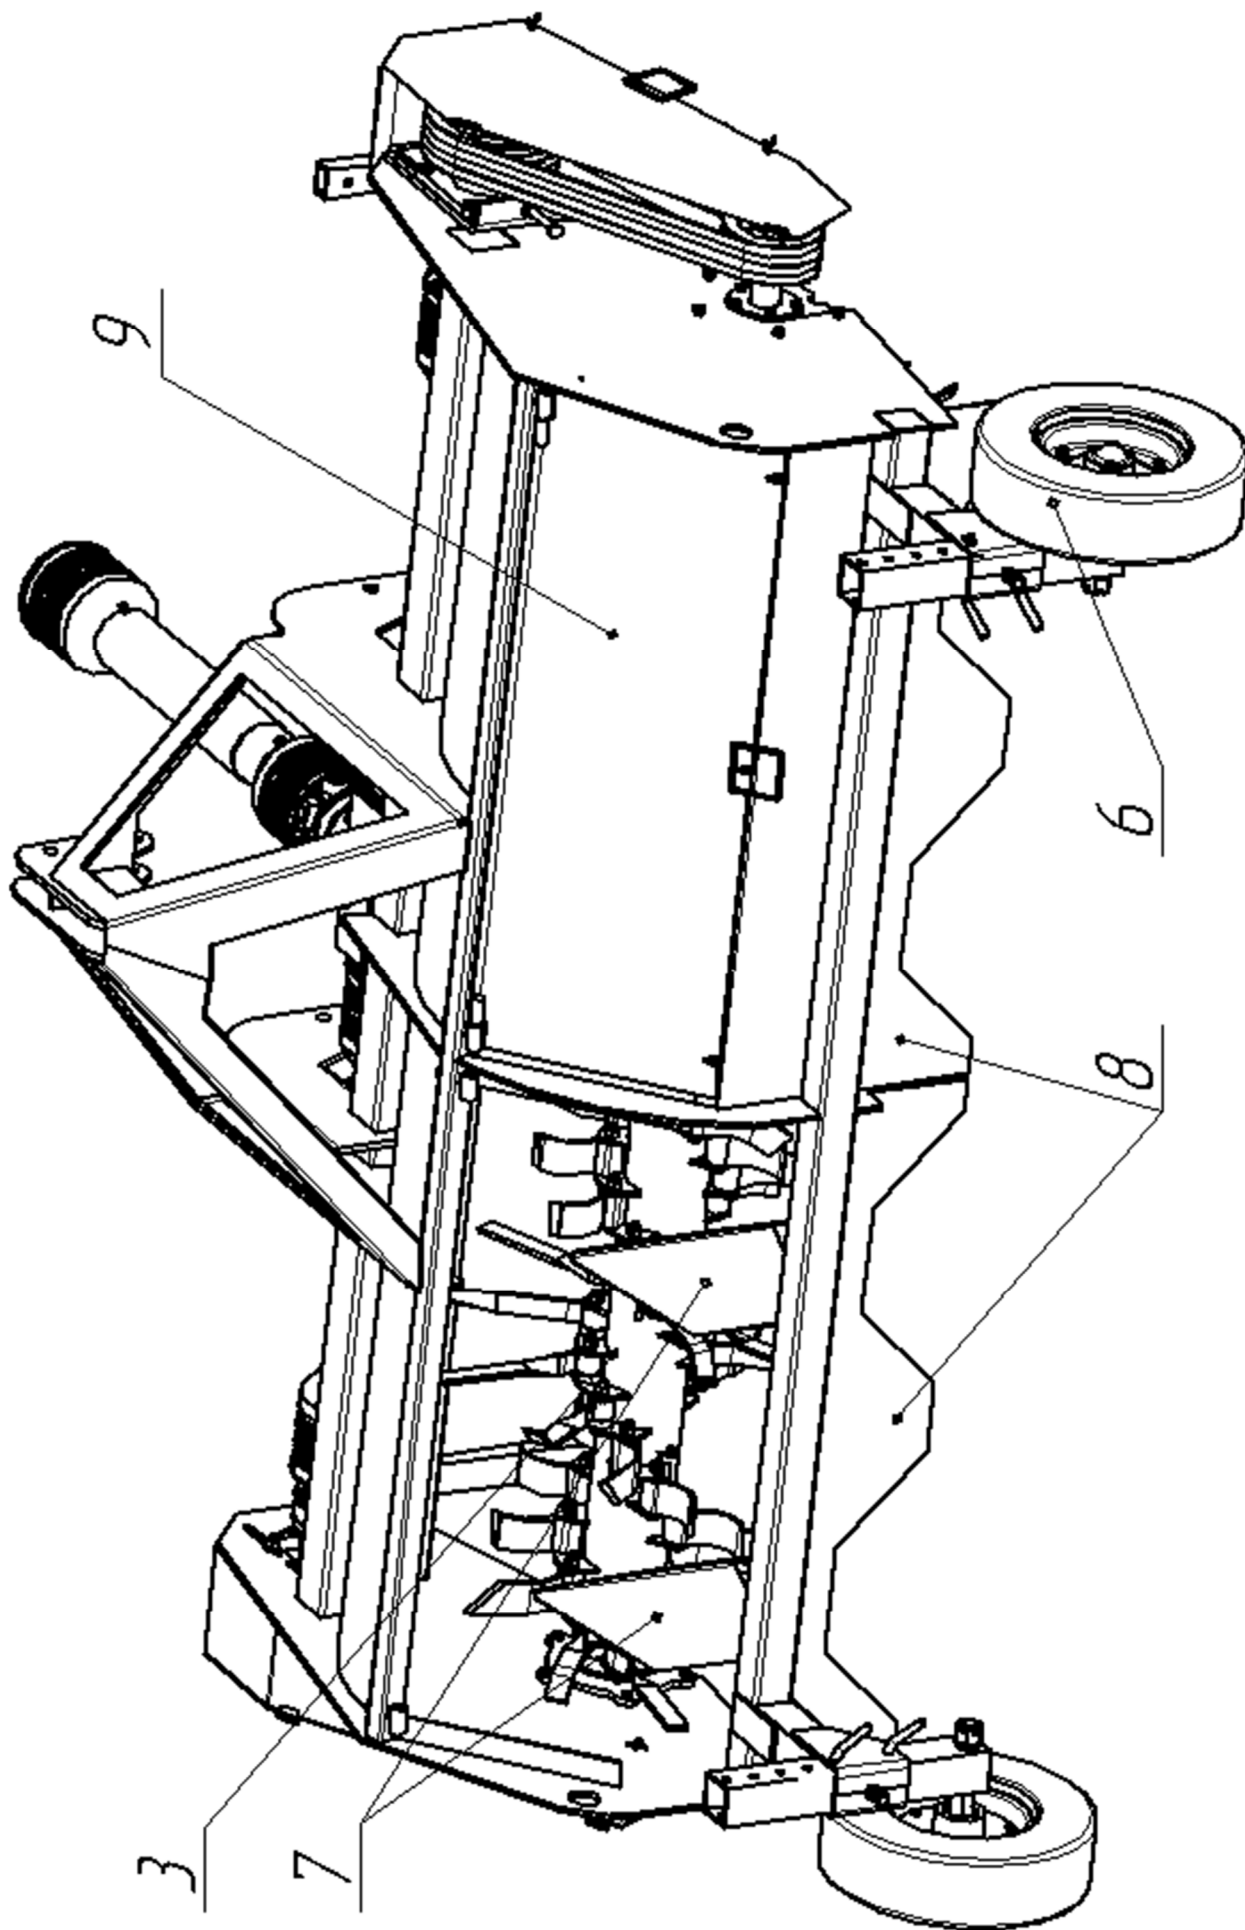

Рисунок 1 – Общй вид
2.6 Кожух роторов распределяет поток вороха, сходящий с ножей роторов, по ширине машины и укладывает измельченную растительность между гребнями картофеля. Кожух состоит из каркаса на котором закреплены делители 7 (см. рис. 1,2) и эластичные пластины 8. В кожухе имеются две крышки 9 для доступа к роторам.